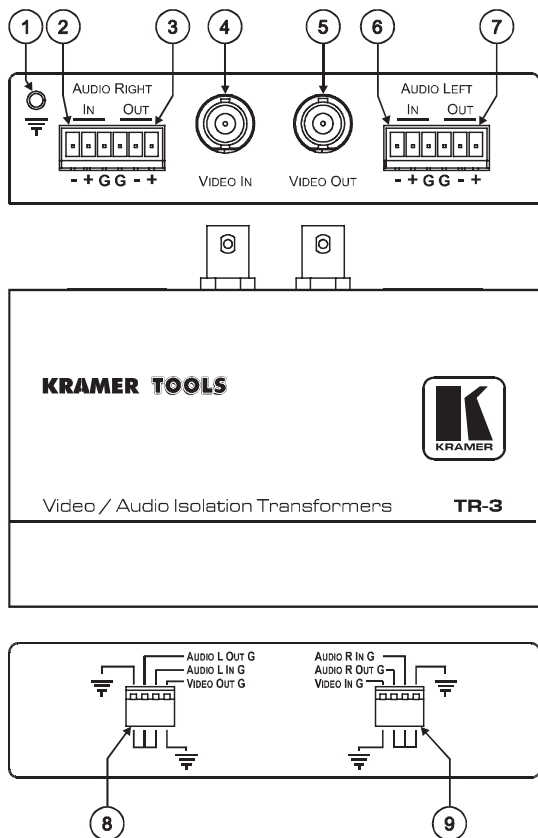

Рис. 4. Изолирующий трансформатор для видео- и аудиосигнала TR-3
- на рис. 4 и в табл. 5 — изолирующего трансформатора для видео- и аудиосигнала **TR-3**.